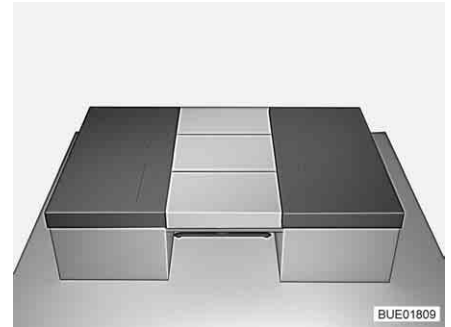

Bild 84 Nach dem Umbau
- Drei der Rückenpolster auf den Tisch legen (siehe Bild 84).